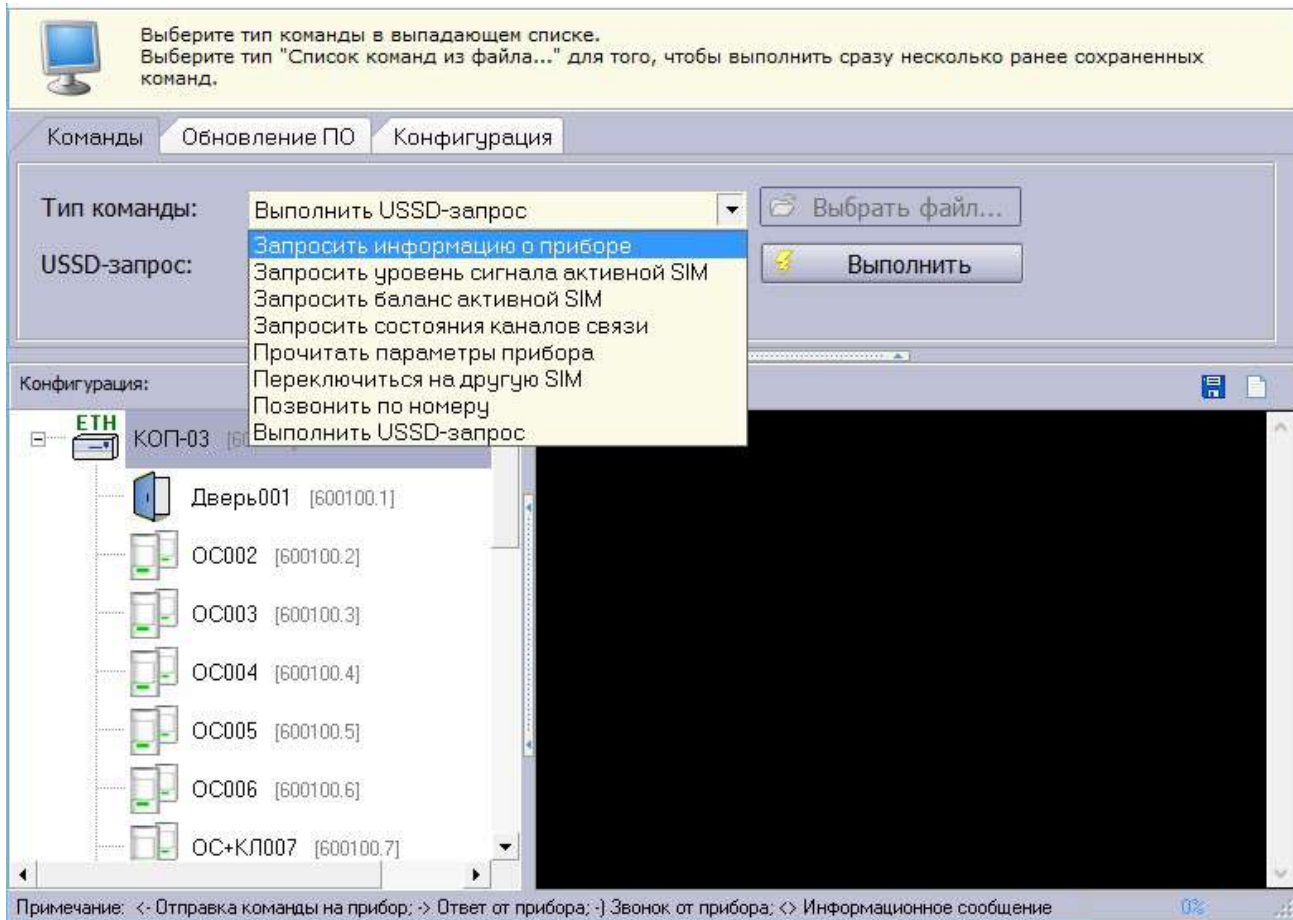

Рисунок 2.25 - Окно «Настройка прибора»
– Во вкладке «Команды» из выпадающего списка «Тип команды» (см. рисунок 2.25) выбрать необходимый запрос.